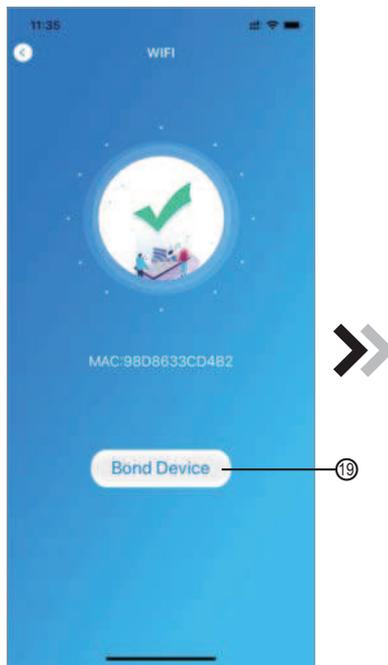

Fig.14 Interface du dispositif de liaison
4. Retourner la page pour configurer l'interface réseau Fig. 14), cliquer ⑩ pour rejoindre le réseau WLAN, cliquer ⑪ pour annuler, cliquer ⑫ pour tourner la page suivante (Fig. 13); cliquer ⑬ pour relier le dispositif (Fig. 14);